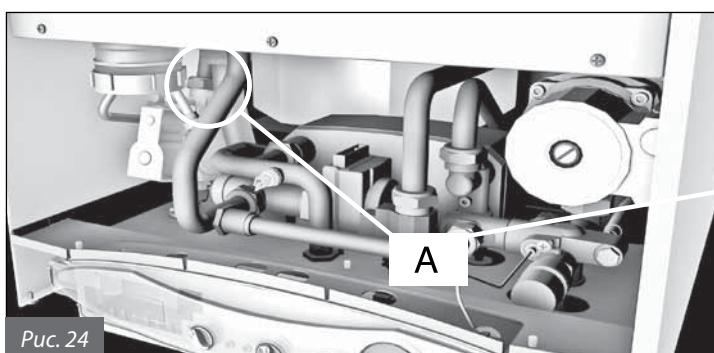

Рис. 24
- Отвинтить соединение на выходе из газового клапана (**A** на рис. 24).
- Восстановить соединение на выходе из газового клапана (**A** на рис. 24).